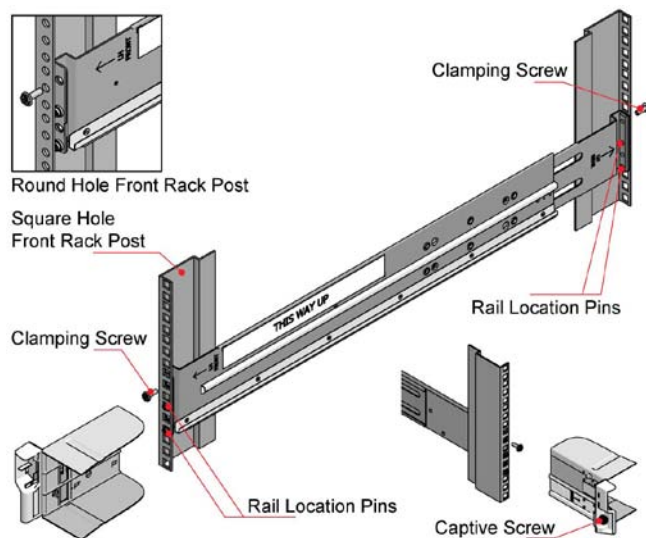

Figure 2 - Installation du rack
3. Localisez les goupilles de positionnement du rail à l'intérieur à l'avant du rack et étendez les rails pour permettre aux goupilles de positionnement arrière de s'engager. Vérifiez que les goupilles pénètrent entièrement dans les trous des montants du rack (voir Figure 2).
4. Installez les vis de serrage avant et arrière (voir Figure 2). Les vis doivent être suffisamment relâchées afin de permettre au rail de se déplacer latéralement dans les fentes.
6. Retirer le boîtier d'environ 200 mm et serrer à fond les vis de serrage avant et arrière (voir Figure 2).
7. Fixer l'avant du boîtier en utilisant les deux vis imperdables tel qu'illustré à la Figure 2.